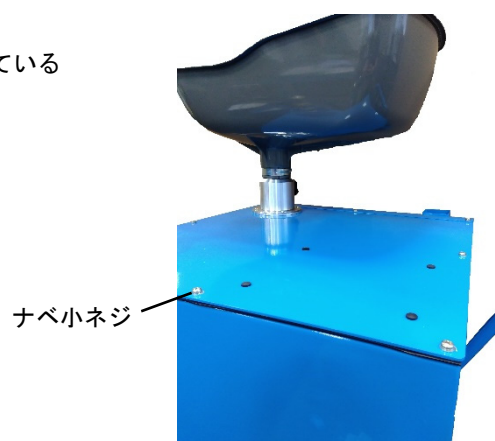

Fig.6
- 5) ドレンカートのタンクと蓋を固定している 8 本のナベ小ネジ (M5×0.8×20) を取り外してください。このとき、共締めされているブラケットも一緒に取り外してください。(Fig.6)